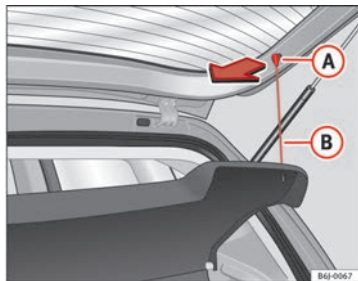

Fig. 90 Pianale portaoggetti
- Sganciare i tiranti ⇒ fig. 90 (B) dagli alloggiamenti (A).